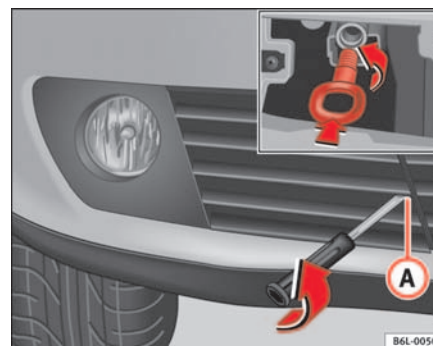

Fig. 157 Œillet de remorquage avant
- Extrayez la vis  ⇒ page 233, fig. 157.